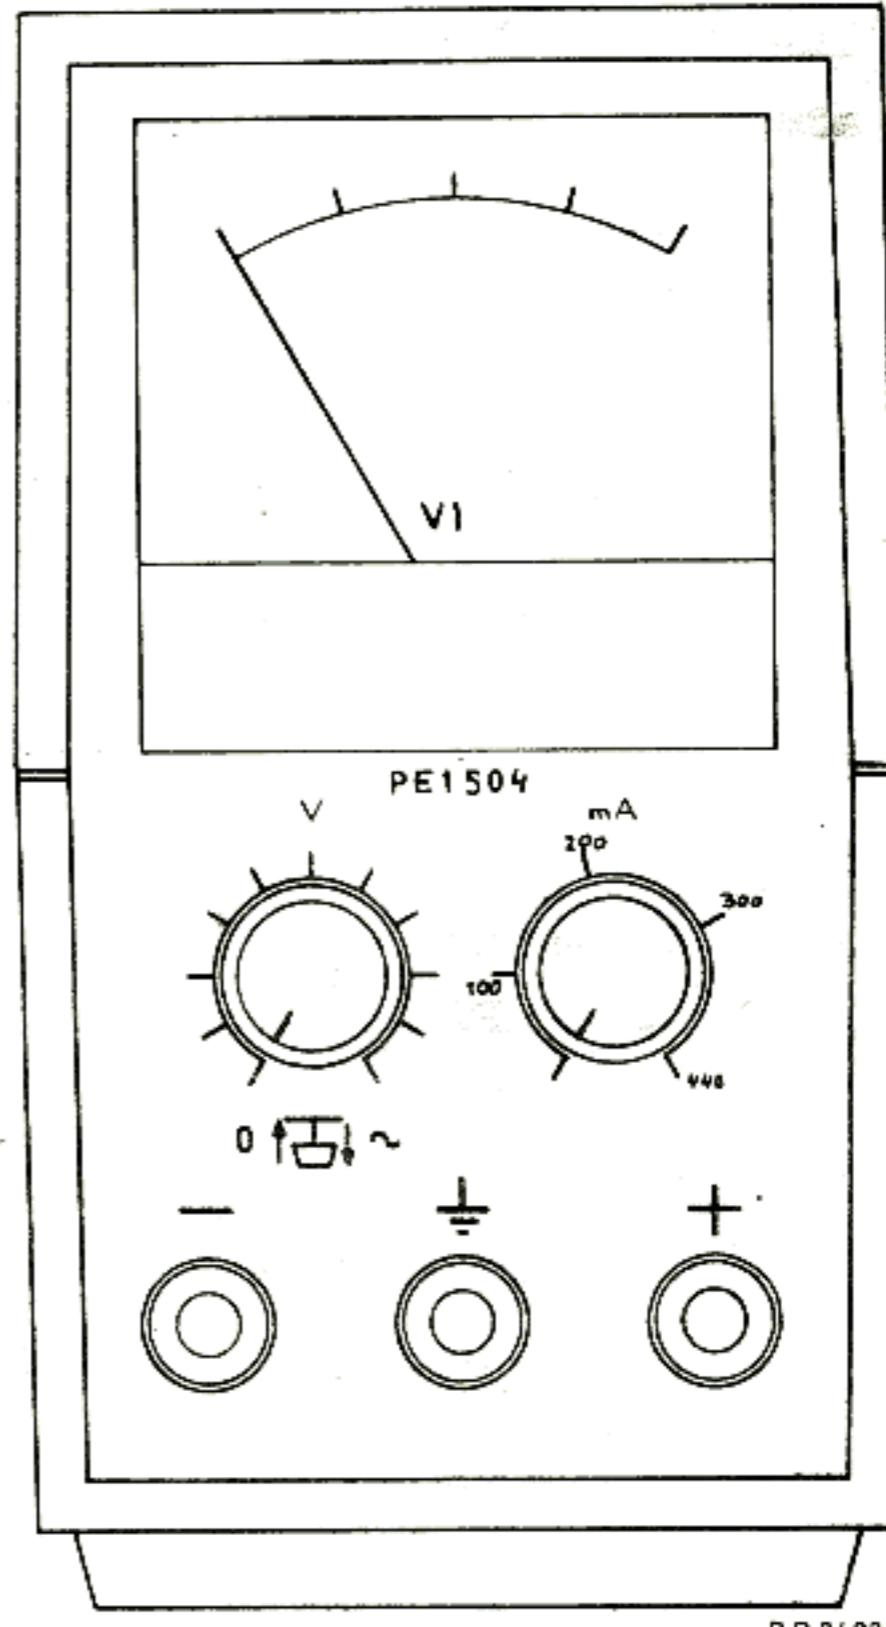

Fig. 2
- b. the earthing screw, marked "", on the rear of the apparatus (Fig. 2).
- b. la vis de masse marquée "" sur la face arrière de l'appareil (fig. 2).